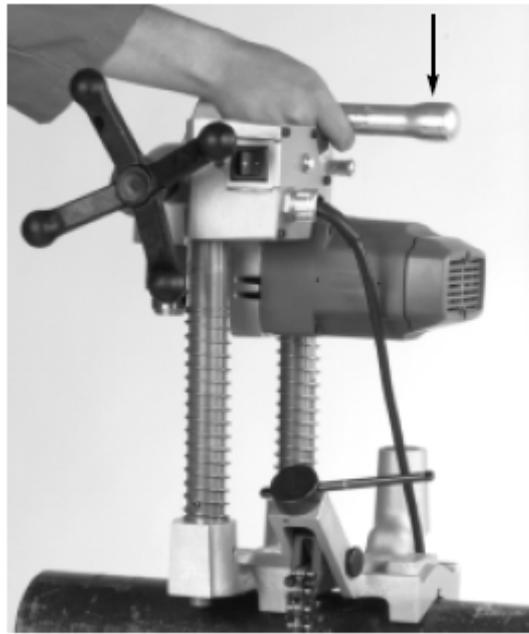

图19 — 装上马达组件
11. 双上马达组件，听见卡达一声，说明塞子就位了（见图19）。